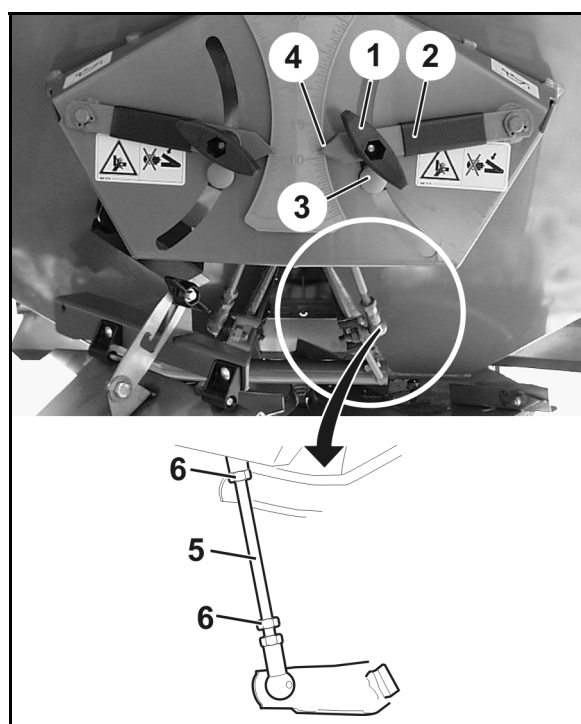

Fig. 98
Skjer ikke dette, må stopperens posisjon (Fig. 98/3) forandres tilsvarende ved å dreie på forbindelsesstengene (Fig. 98/5):
6. Løsne kontramutteren (Fig. 98/6) på forbindelsesstengene (Fig. 98/5).
7. Dreie forbindelsesstangen helt til stopperen (Fig. 98/3) ligger inntil stillspaken (Fig. 98/2).